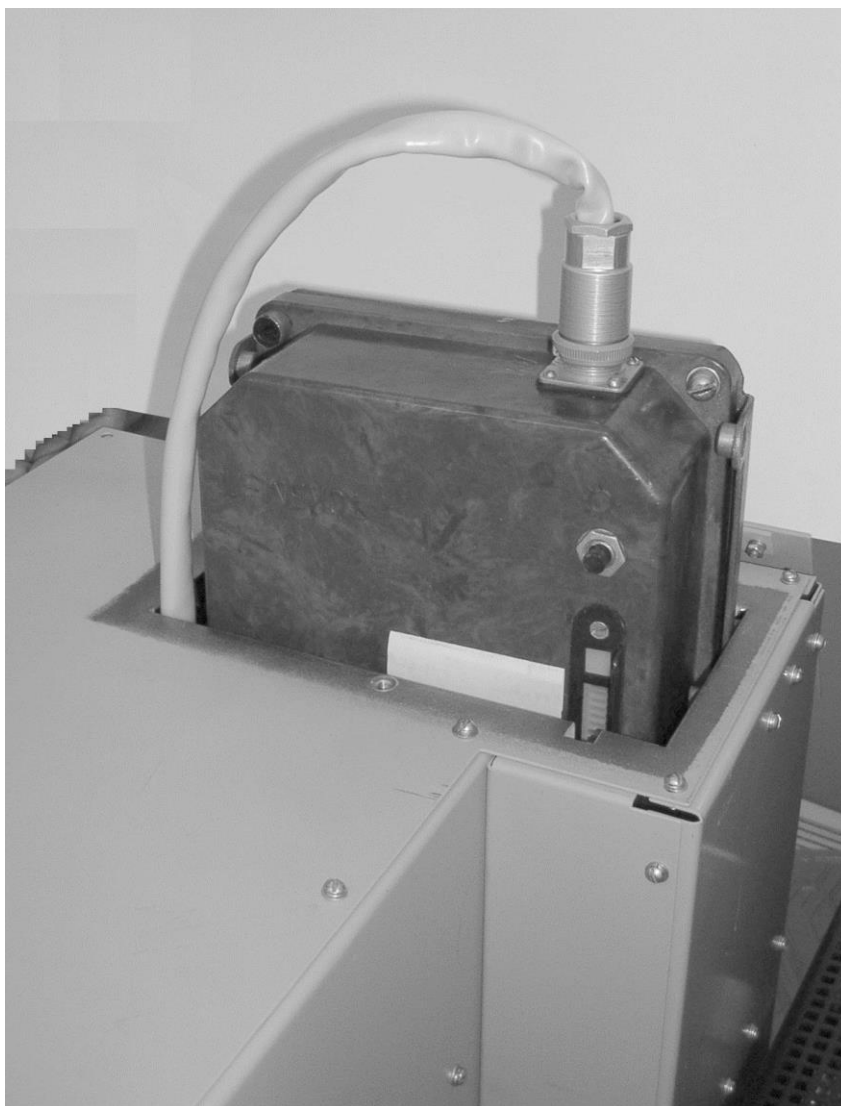

Рисунок 3.2.1.1 - Установка прибора ТСКБМ-П
2) Установите прибор ТСКБМ-П в экранированный отсек блока ТС-ТСКБМ, удерживая его на уровне (рисунок 3.2.1.1) одной рукой, другой рукой подсоедините к нему кабель П отсека. Затем опускайте по направляющим ТСКБМ-П в экранированный отсек, не допуская при этом расположения кабеля П перед лицевой поверхностью прибора ТСКБМ-П (рисунок 3.2.1.1), до упора. Закройте дверцу экранированного отсека и зафиксируйте её соответствующим винтом.